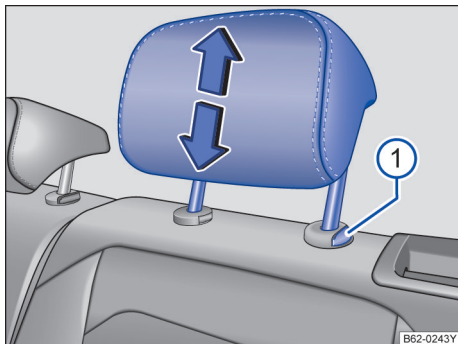

图 60 调整后排头枕
- 按住按钮 → 图 60①，同时沿箭头方向上推或下压头枕即可将头枕调整至合适高度 → ▲，在 **拆卸和安装头枕** 中，见第 59 页。